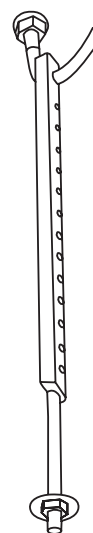

Fig. 4.4
4. Instalati cele patru suruburi ale suspensiei (vezi fig. 4.4).